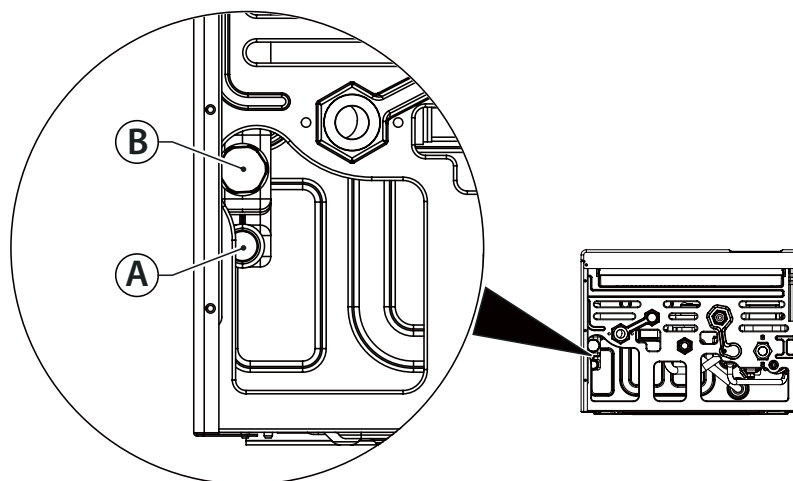

Fig. 23 Descarga condensación
Si no existen contraindicaciones especiales, la condensación producida en la fase de combustión debe ser encauzada (por medio del conducto de evacuación de la condensación) a un sistema de evacuación que la haga fluir a la red de evacuación de los reflujos domésticos que por su componente básico, contrarresten la acidez de la condensación de los humos. Para evitar un retorno de los malos olores de la red de evacuación de los reflujos domésticos, se recomienda aplicar un sellado anti-olores entre el sistema de evacuación de la condensación y la red de evacuación de reflujos domésticos. El sistema de evacuación de la condensación y la red de evacuación reflujos domésticos deben estar contruidos con materiales adecuados, resistentes al ataque del agua de condensación. El sistema de evacuación de la condensación se debe conectar a la específica conexión (A) preparada en la caldera (ver Fig. 23 Descarga condensación).